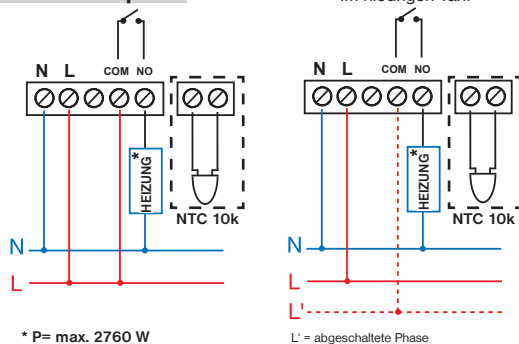

Abb.1
- 3) Den Leistungsteil des Thermostates vom Mikroprozessor (Hauptteil) trennen, siehe Abb. 1.